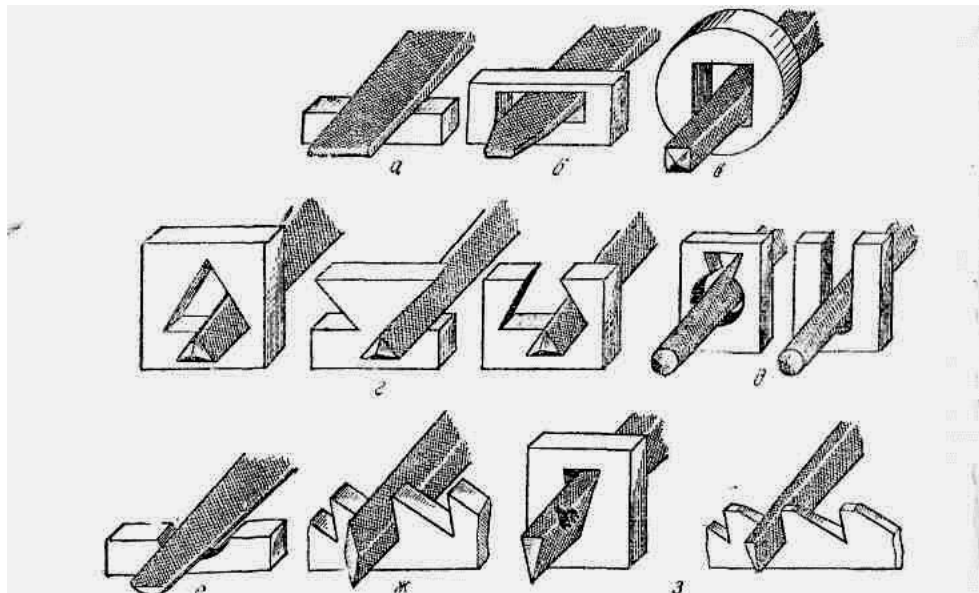

Рис. 2
6. Назвать типы слесарных напильников общего назначения (рис.2 а, б, в, г, д, е, ж, з).